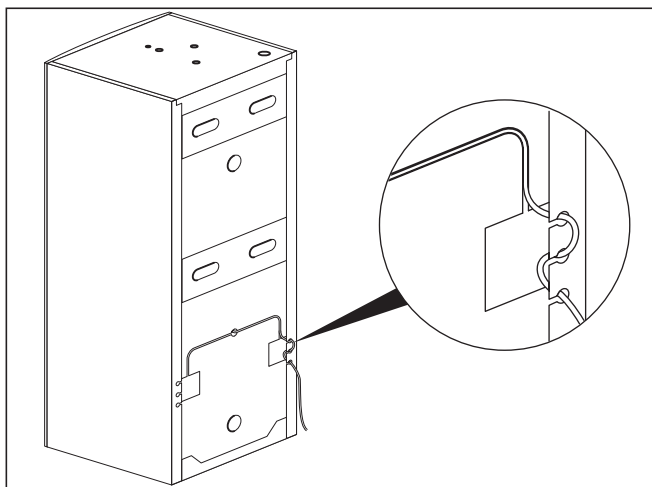

Fig. 5.1 Connexion du câble de la sonde de ballon
- Insérez la sonde comme sur la fig. 5.1 dans sa douille (cf. fig. 2.1, réf. 11).